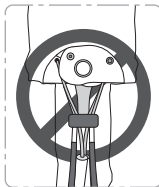

Abbildung 5
- Eine Totem-Backenklemme kann nicht als passive Sicherung dienen und darf nicht eingesetzt werden wie in *Abbildung 5* gezeigt.